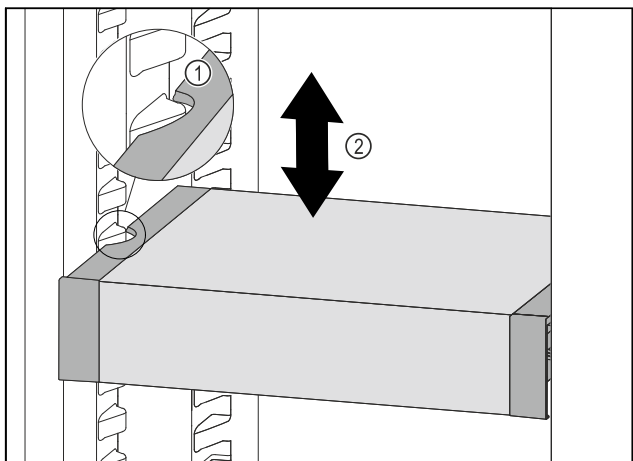

Fig. 118
- VarioSafe vucite prema naprijed sve dok se bočni otvori VarioSafe ladice ne nađu na visini žlijeba spremnika u hladnjaku. Fig. 118 (1)
- Pomičite ladicu VarioSafe u hladnjaku prema gore ili dolje sve dok ne dosegnete željenu visinu. Fig. 118 (2)